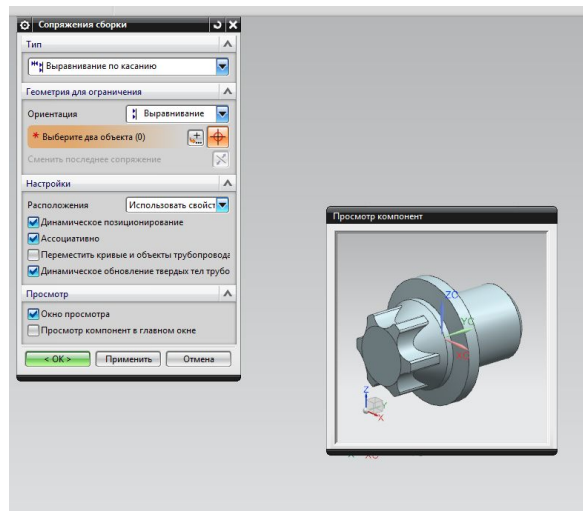

Рис. 37
6. Выполнить позиционирование компонента (рис.37).